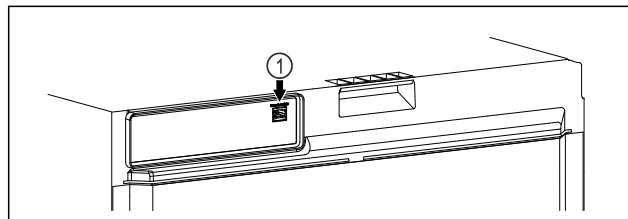

Fig. 142
- ☐ SmartModule Fig. 142 (1) är insatt.